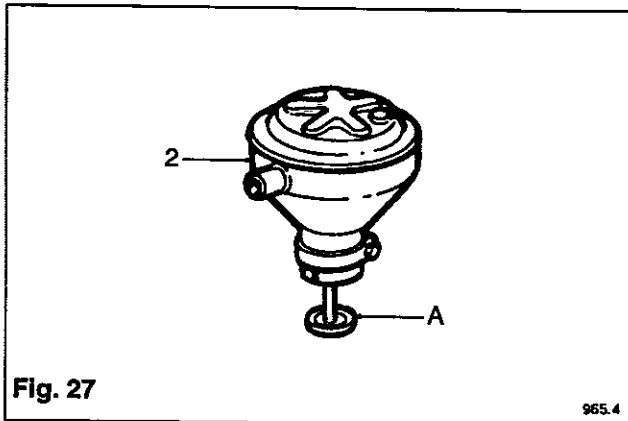

Fig. 27
La soupape de reniflard (2) est montée sur le côté volant du moteur, directement sous le filtre à air. Pour la démonter, desserrer les brides des tuyaux (Fig. 27) et extraire la soupape du collecteur de soupape. Laver le reniflard à fond avec un solvant approprié, en faisant particulièrement attention aux dépôts sur la surface intérieure du reniflard. Sécher le plus possible en secouant, puis finir de sécher à l'air comprimé.
Avant le remontage, vérifier que les graisseurs (A) situés à la base des deux soupapes de reniflard sont remplis d'huile moteur propre Fig. 27.